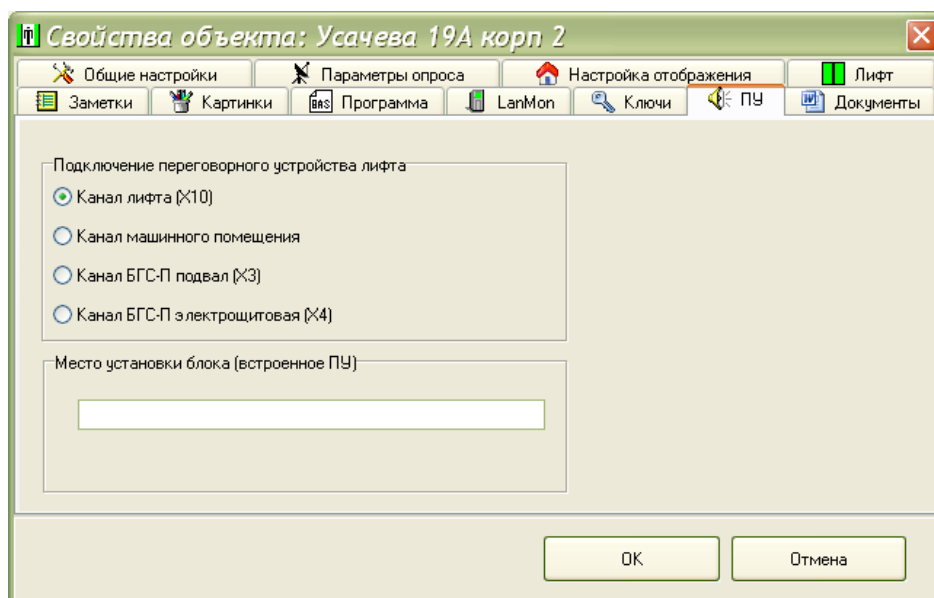

Рисунок 9
9) На вкладке «ПУ» установить признак подключения переговорного устройства кабины лифта к разъему X10 блока (типовое подключение). Если блок установлен не в машинном помещении, то ввести адрес расположения блока (рисунок 9).